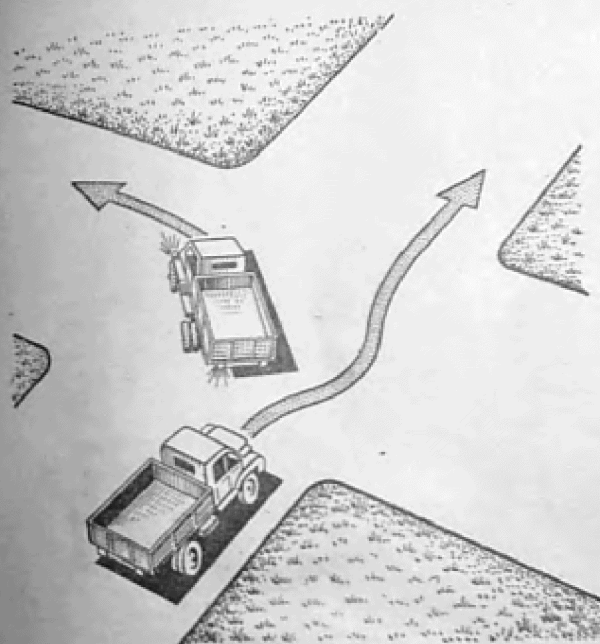

Рис. 18. Разрешение обгона справа на перекрестках
- справа, как указано на рис. 18.